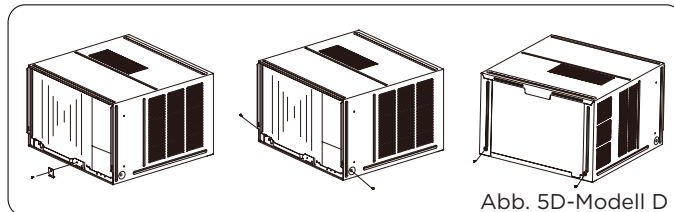

Abb. 5D-Modell D
1. Entfernen Sie eine Schraube, mit der die Gehäusebefestigungshalterung befestigt ist, und nehmen Sie dann die Gehäusebefestigungshalterung ab (siehe Abb. 5D).
2. Entfernen Sie die vier Schrauben auf beiden Seiten und auf der Rückseite des Gehäuses, wie in Abb. 5D gezeigt.